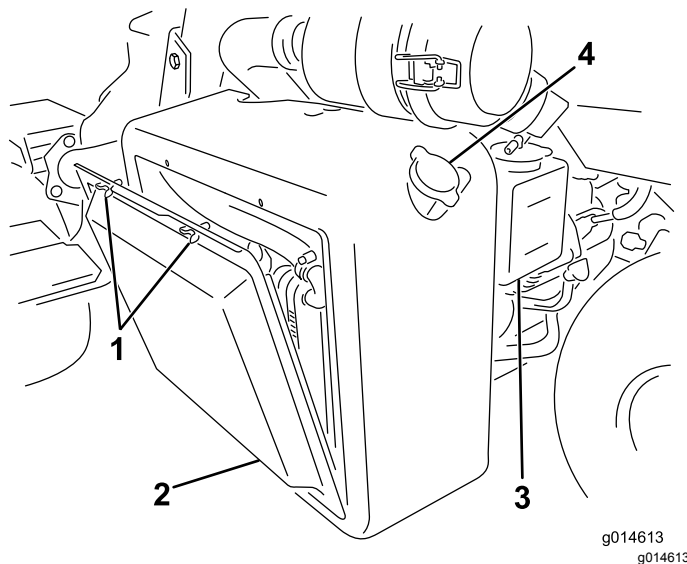

Figura 50
1. Retire o painel do radiador (**Figura 50**).